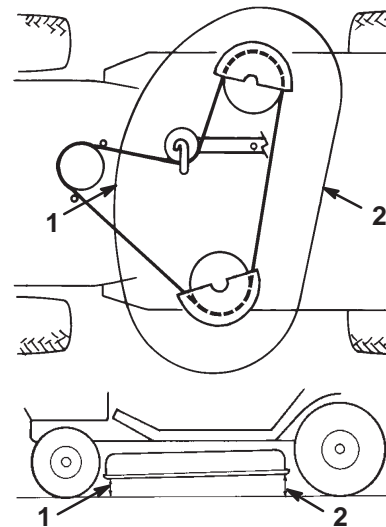

Figure 50
12. Contrôlez l'inclinaison avant/arrière en mesurant la hauteur du bas du plateau de coupe (au centre, à l'avant et à l'arrière) par rapport au sol plat (Fig. 50). Si l'avant n'est pas de 3 à 10 mm plus bas que l'arrière, un réglage est nécessaire.